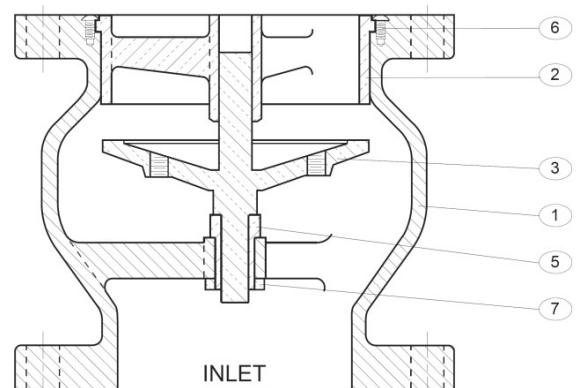

Figura 5. Dispositivo de escape regulado
CONSTRUCCIÓN: El cuerpo estándar es de hierro fundido con un disco de bronce. Ver la Lista de materiales específicos presentada para la orden si no se trata de una construcción de hierro fundido estándar. En la Figura 5 se muestran los detalles de la construcción. El cuerpo (1) es bridado para la conexión con la tubería. Consulte la página 2 para la instalación en la tubería.